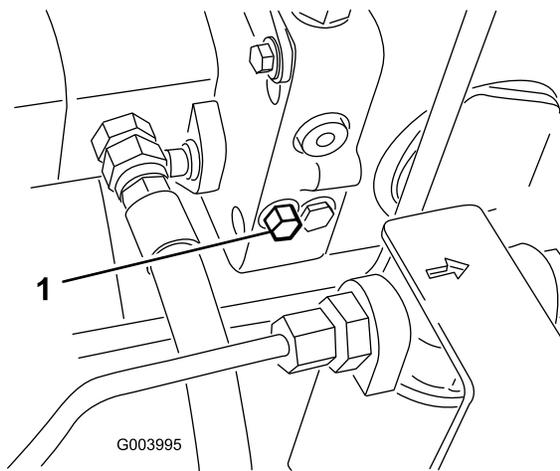

Figure 75
1. Tournez le boulon de la vanne de dérivation une fois et demie pour ouvrir la vanne et permettre la dérivation interne de l'huile (Figure 75).